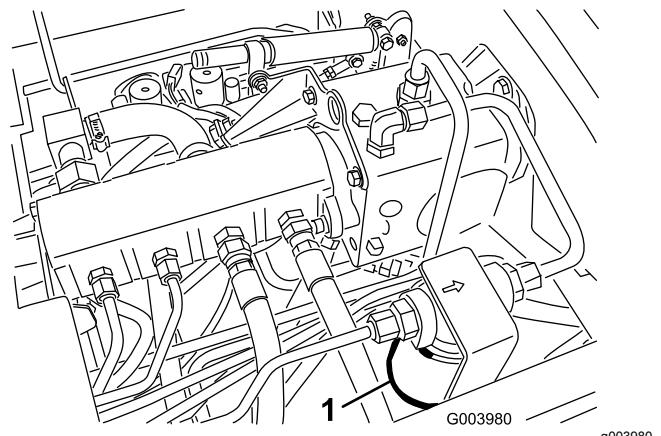
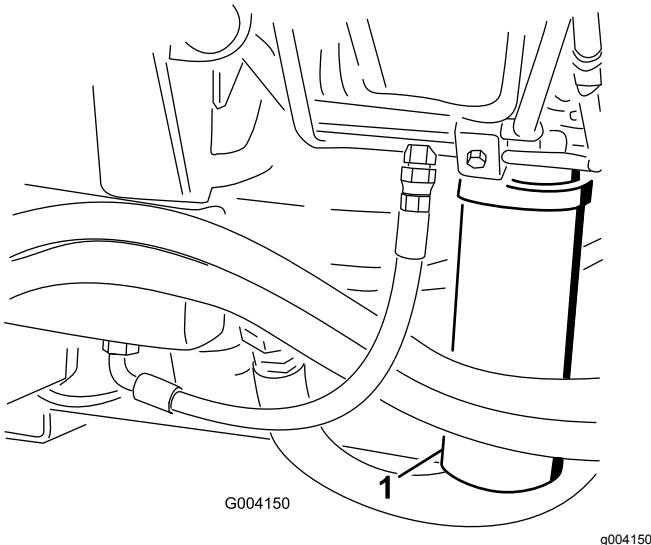

Figura 67
Figura 68
2. Limpie la zona alrededor de la zona de montaje del filtro y coloque un recipiente debajo del filtro (**Figura 67** y **Figura 68**).